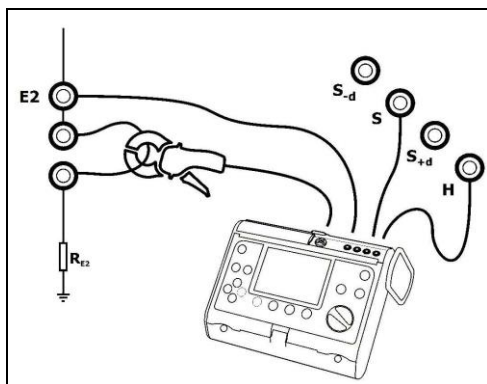

Fig. 10. Conexión del medidor.
- conectar el medidor de la resistencia de las tomas de tierra (MRU-XXX) a las tomas según la Fig. 10,